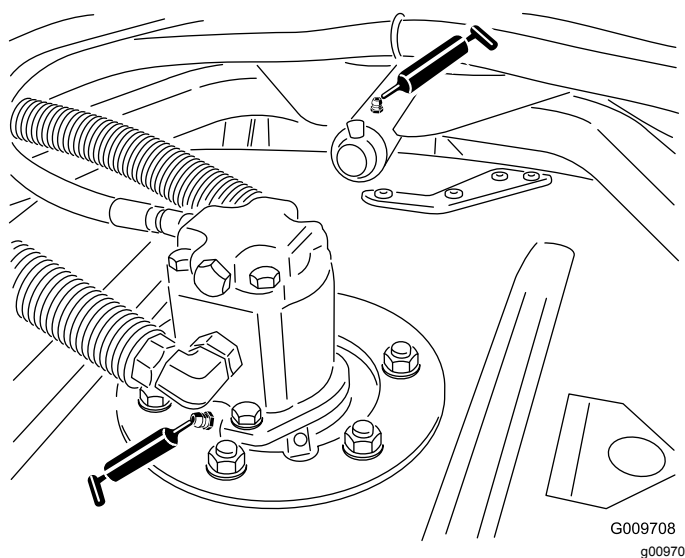

Figura 24
- Cuscinetti dell'asse del perno dell'apparato di taglio (1 per apparato di taglio) (**Figura 24**)
- Boccole del braccio portante dell'apparato di taglio (1 per apparato) (**Figura 24**)